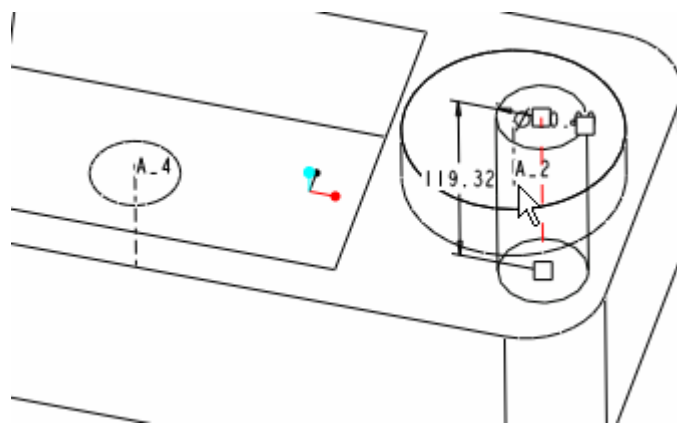
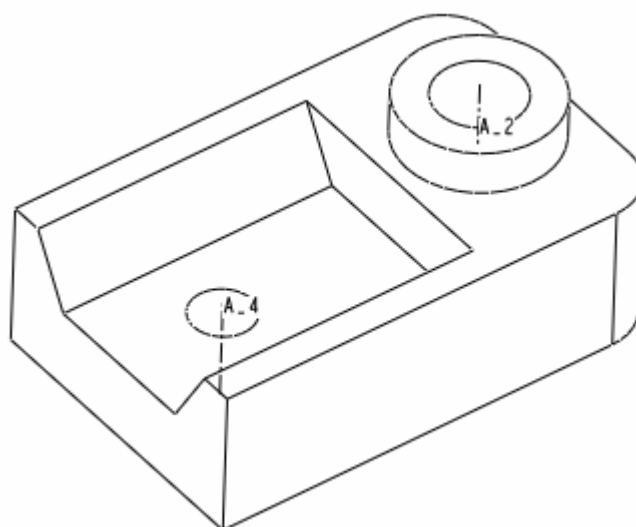

图 10-9
图 10-10
(4) 选择凸台的中心轴，如图 10-9 所示，以使建立的孔与之同轴。
(5) 设定孔的直径为 70，孔的深度为 100。
(6) 单击  按钮，完成孔特征的建立，如图 10-10 所示。